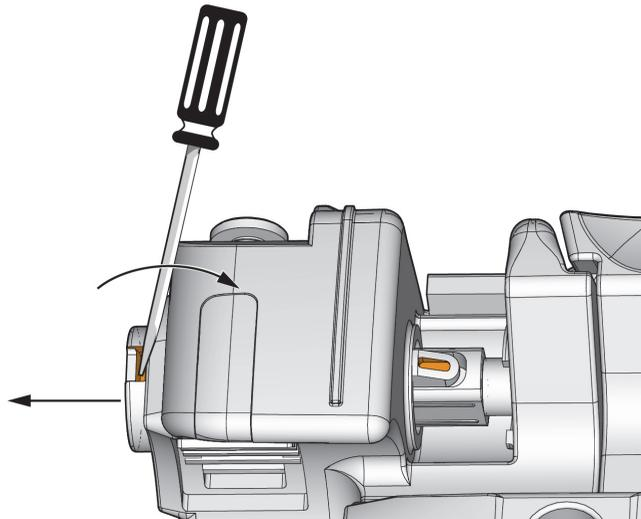

Figure 5-10 Retrait de l'arbre de frein
5. Insérez la pointe du tournevis dans la cavité de l'extrémité de l'arbre. Inclinez le tournevis vers l'intérieur pour pousser l'arbre vers l'extérieur (voir les flèches dans la Figure 5-10 à la page 86).